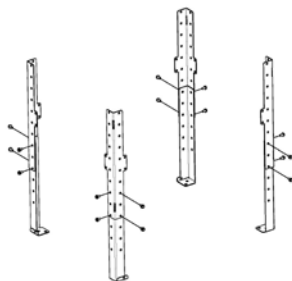

Fig. 38 - Assembler les jambes
- Composer les 4 jambes et les fixer avec les vis (voir **Fig. 38**).